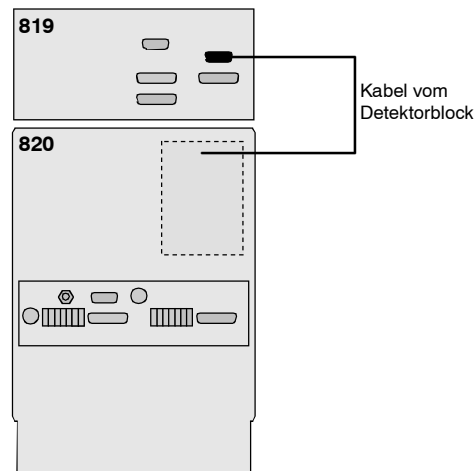

Abb. 8: Anschluss Detektor 819 – 2.820.0X10/2.820.0X30
- Das am Detektorblock fest montierte graue Verbindungskabel am Anschluss **6** „Detector Block“ des IC Detectors 819 einstecken und durch Festdrehen der im Kabelstecker vorhandenen Schrauben am Gerät befestigen (siehe Abb. 8).